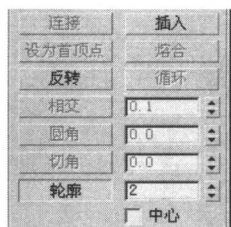
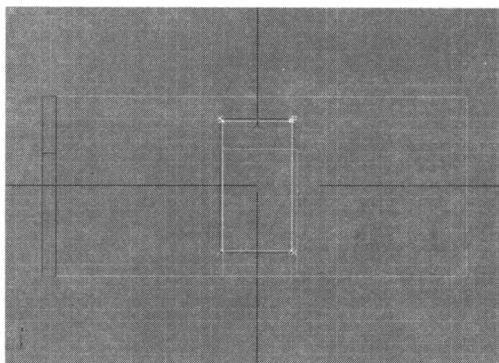

图 2-2 轮廓的基本参数
图 2-3 设置轮廓后的效果
Step 5 在【几何体】卷展栏中的轮廓后面输入 2，然后单击【轮廓】按钮，如图 2-2 所示，得到如图 2-3 所示的效果。